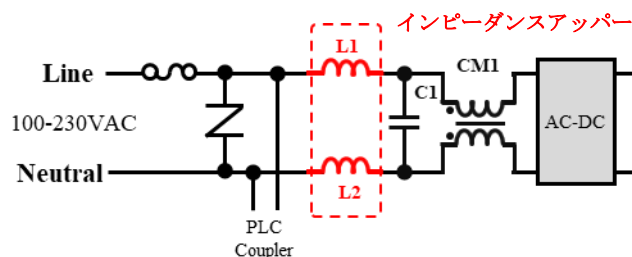

Figure 1-7 インピーダンスアッパ挿入例
- AC-DC 電源回路の入力インピーダンスが、PLC 入出力に影響を与えないようにする為、PLC 信号と AC-DC 電源回路間にインピーダンスアッパを挿入してください。インピーダンスアッパ挿入例を Figure 1-7 に、インピーダンスアッパの回路定数例を Table 1-1 に示します。